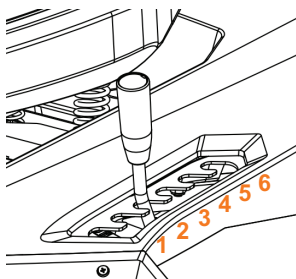

Рис. 17
- Отрегулируйте скорость и высоту скашивания в соответствии с условиями газона (высота травы, плотность и влажность). Высота скашивания регулируется от 30 до 75 мм и имеет 6 положений от 1 до 6 (Рис. 17).